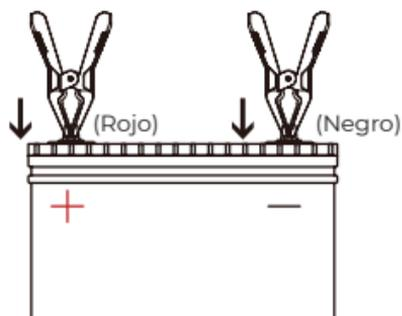

Figura 4.1.6
**Conecta las Pinzas a los Terminales de la Batería (Ver la Figura 4.1.6)**